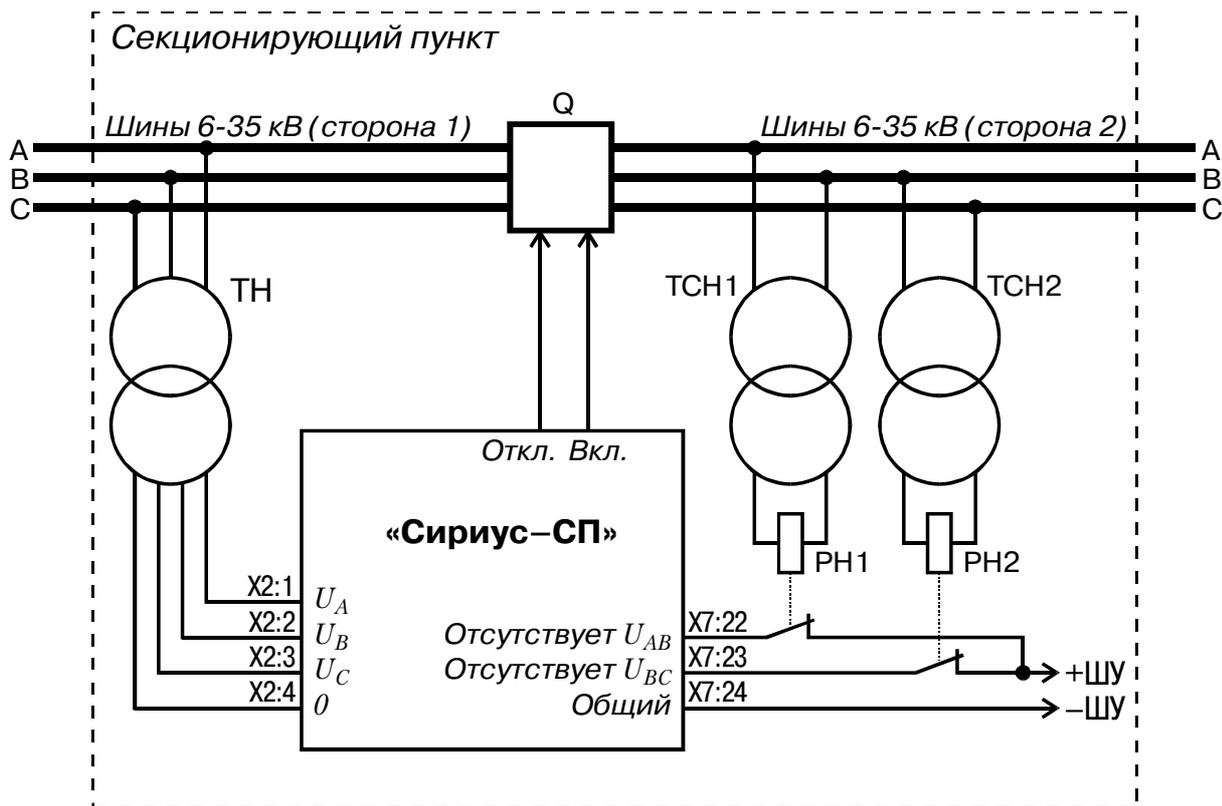

Рис.4. Схема организации АВР
1.3.12.2. Режим работы АВР задается уставками «Функция АВР-1» и «Функция АВР-2» в группе уставок «АВР». Значение уставки «Функция АВР-1» – «Вкл» разрешает АВР при наличии напряжения только со стороны трансформаторов напряжения (сторона 1 рис. 4). Значение уставки «Функция АВР-2» – «Вкл» разрешает АВР при наличии напряжения только со стороны реле «Отсутствие напряжения U_{AB} » и «Отсутствие напряжения U_{BC} » (сторона 2 рис. 4). Уставки « T_{ABP-1} » и « T_{ABP-2} » задают задержку срабатывания АВР для каждого из направлений.
1.3.12.3. Для правильной работы АВР необходимо, чтобы напряжение срабатывания реле, сигнал с которых поступают на входы «Отсутствие напряжения U_{AB} » и «Отсутствие напряжения U_{BC} » (для схемы рис.4 это реле РН1 и РН2) было согласовано с уставкой $U_{КОНТР}$ в группе уставок ТН. При этом необходимо помнить о том, что коэффициенты трансформации ТН и ТСН различны.